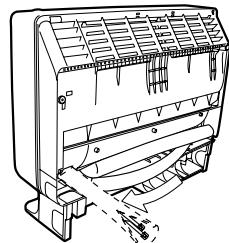

图12
(2) 如图12所示，用手按住配管的根部，将配管整形到需要的位置。图示位置为连接管后方引出的情况。